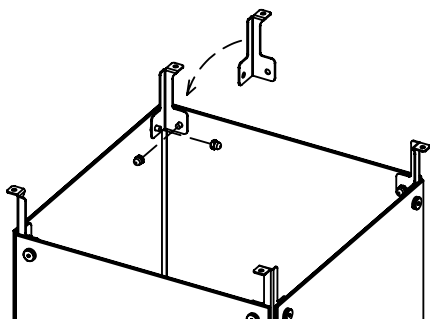

Рис. 16.
13. Вставьте в два монтажных отверстия в нижней части кронштейна верхней крышки винты в верхнем углу крышки из закаленного стекла, а затем затяните винты способом, описанным в шаге 11. По очереди установите оставшиеся 3 кронштейна для крыши (рис. 16).
14. Установите верхнюю крышку на четыре кронштейна верхней крышки и отрегулируйте отверстия для винтов с левой стороны по четырем углам верхней крышки так, чтобы они совпадали с монтажными отверстиями кронштейнов верхней крышки. Закрепите верхнюю крышку и кронштейн с помощью 4 саморезов 4.8x9.5 (рис. 16).